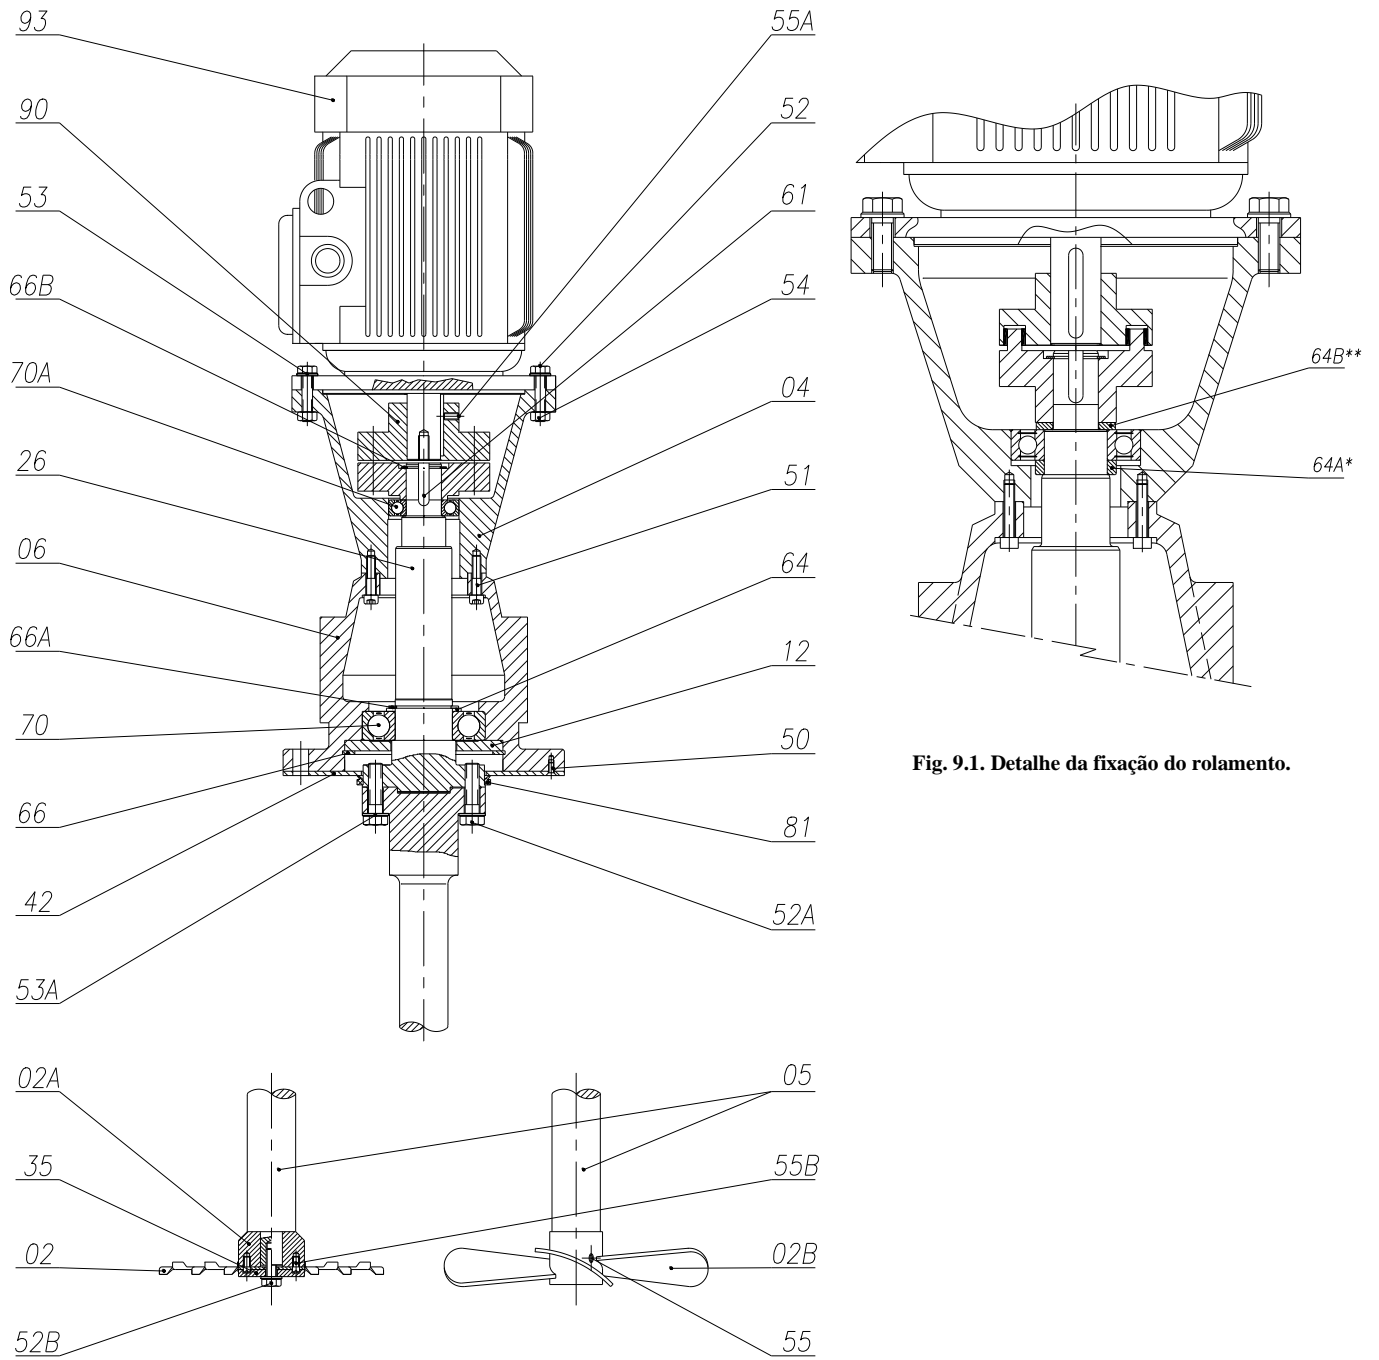

Fig. 9.1. Detalhe da fixação do rolamento.
** No cabezal B. (vêr fig. 9.1)